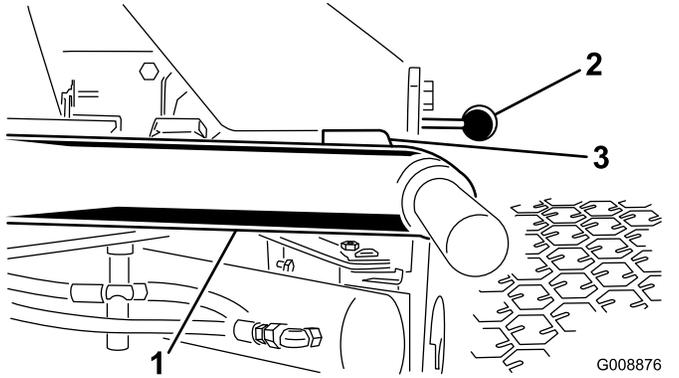

图 25
1. 启动发动机升起提升臂检查并确保各个提升臂与底板支架之间的间隙介于 58mm 之间图 25。